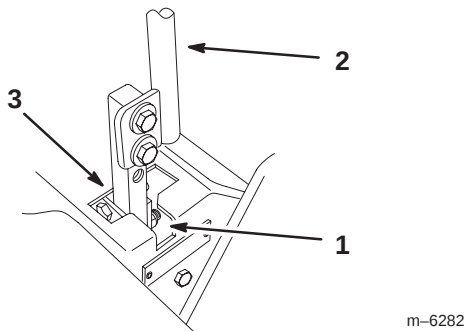

Figure 48
5. Placez le levier au point mort, **sans le verrouiller** (Fig. 48).
7. Vérifiez la position du levier par rapport au cran de la console (Fig. 48). Il doit être centré de façon à pouvoir pivoter vers l'extérieur jusqu'à la position de verrouillage du point mort.
9. Appliquez une légère pression à l'arrière du levier, et tournez la tête du boulon de réglage dans le sens voulu pour centrer le levier à la position de verrouillage du point mort (Fig. 48).